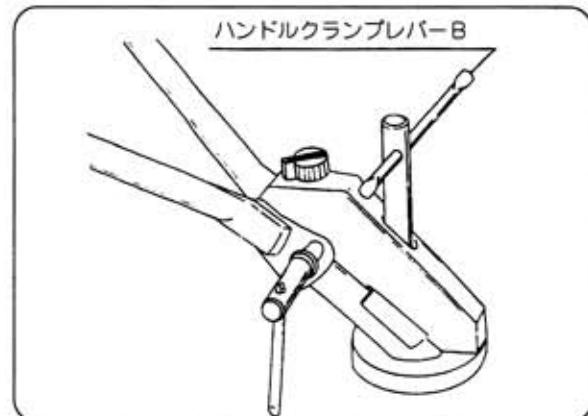

図21
- ②左右の回動はハンドルクランプレバーBをゆるめて、左右にハンドルを移動してください。菊座締付けで12度毎の固定が可能です。(図21・22)